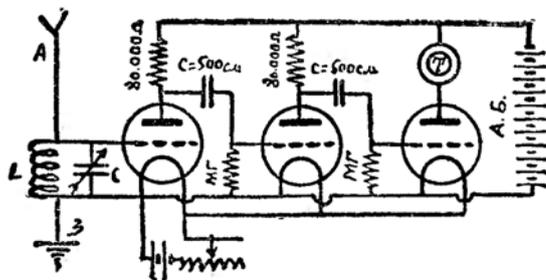

Рис. 72.
2) Усилитель с сопротивлениями (рис. 72).